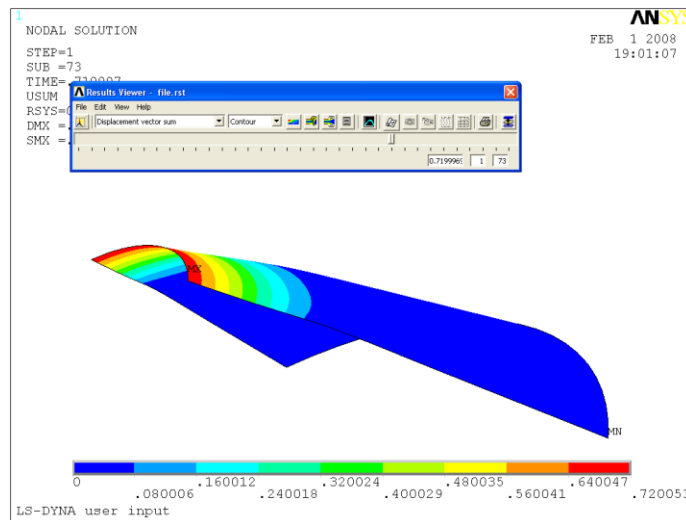

Рисунок 114. Распределение суммарных перемещений в оболочке
- С помощью полосы прокрутки установить время, для которого необходимо просмотреть результаты (Рисунок 114).